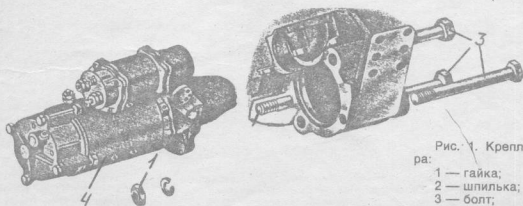

Рис. 1. Крепление стартера:
2. Отвернуть гайку 1 с шайбой (Рис. 1) шпильки 2 и болты 3 крепления стартера к картеру маховика и выдвинуть стартер 4 в направлении передней части двигателя снять стартер. (Ключ гаечный кольцевой 24 мм).